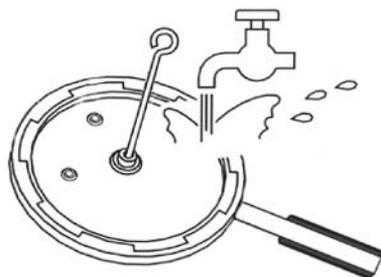

FIG.7a
Para mantener su olla en perfecto estado de uso y conservación, le recomendamos lavarla después de cada uso siguiendo las siguientes instrucciones (FIG. 7a, 7b, 7c).
Al tiempo que aplica un fuerte chorro de agua tibia, debe de limpiar el orificio de la chimenea (3) con una varilla (FIG.7a).